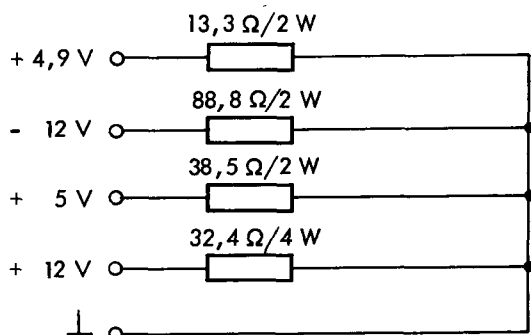

Bild 7-1 Ersatzlast für Wandlernetzteil
- Das Wandler-Netzteil des PS-12 ist nicht kurzschlußfest und darf nicht ohne Last arbeiten. Deshalb ist bei getrennter Prüfung des Wandlers eine Ersatzlast nach Bild 7-1 anzuschließen.